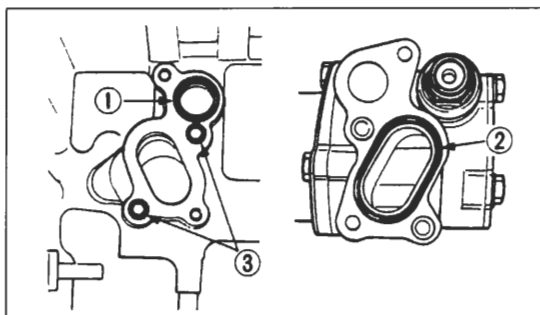

Bild 290
- O-Ringe ① und ② und zwei Passhülse ③ (geölt) Bild 290 einsetzen.